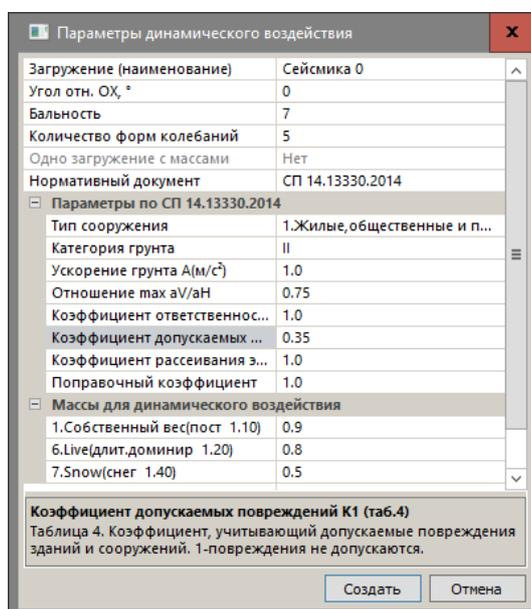

Рис.15.30. Диалоговое окно **Параметры динамического воздействия**
- Вызовите диалоговое окно **Параметры динамического воздействия** (рис.15.30) щелчком по кнопке  - **Сеймика** (панель **Нагрузки** на вкладке **Создание**).